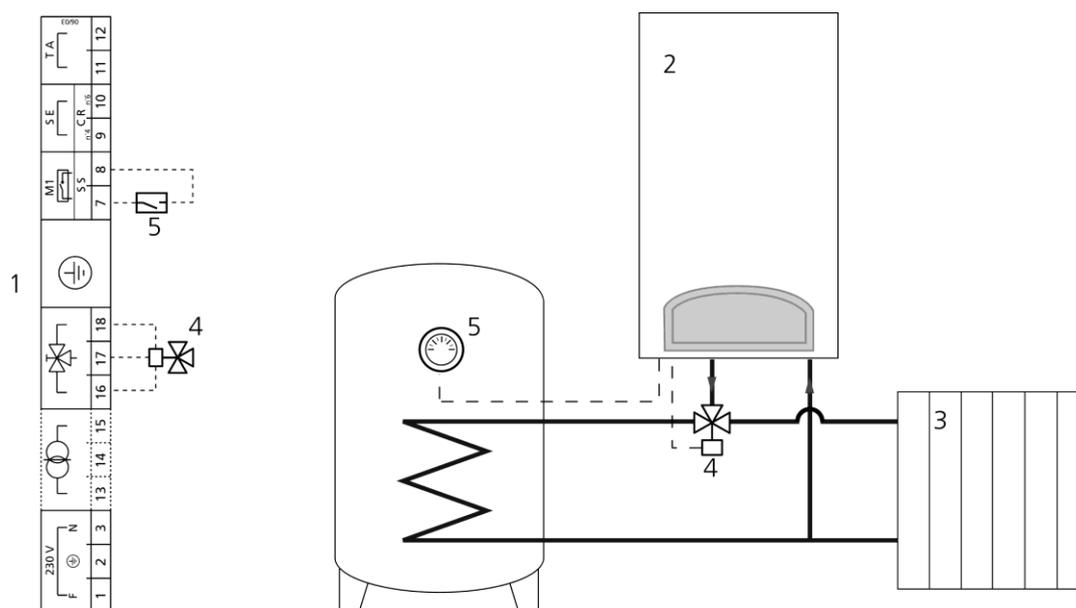

Figura 25
- realizzare il circuito idraulico rappresentato in Figura 25.